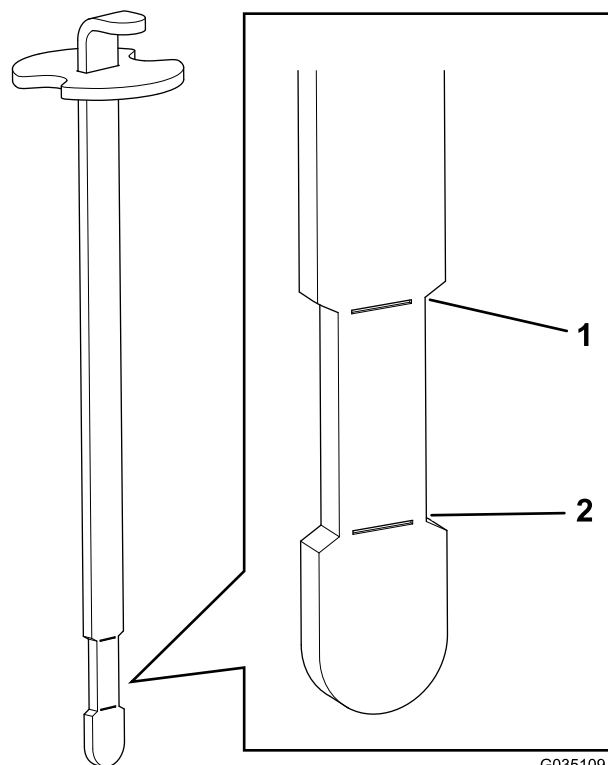

Рисунок 40
6. Вставьте щуп в заливную горловину; затем извлеките его и проверьте уровень жидкости (Рисунок 40).